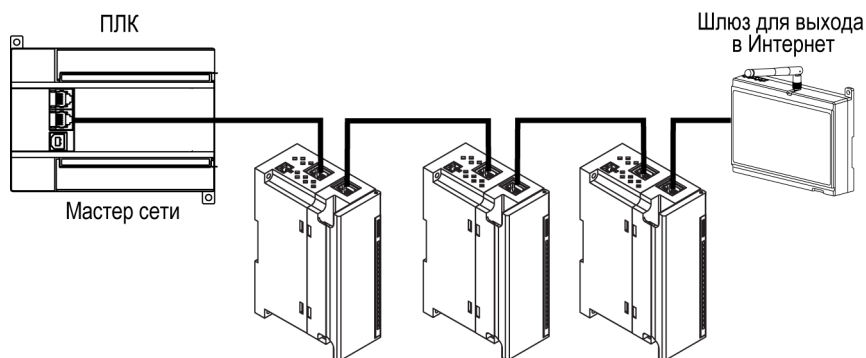

Рисунок 5.11 – Подключение по схеме «Цепочка»
- «Цепочка» / «Daisy-chain» (рисунок 5.11).